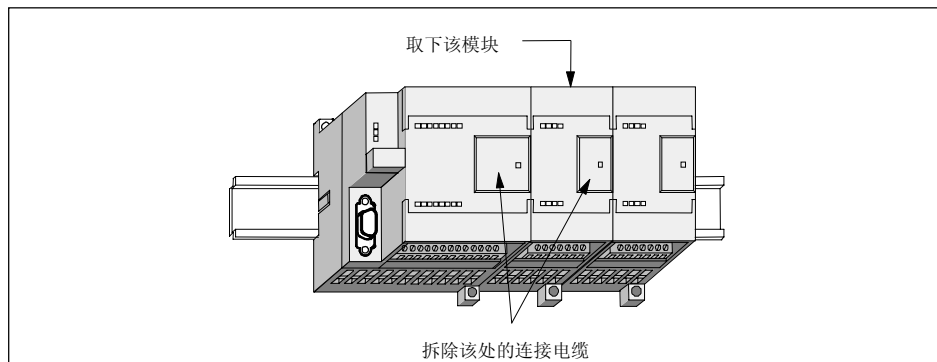

图 2-8 拆卸扩展模块
1. 拆除与你所要拆卸的模块相连的所有接线及电缆线。见图 2-8。一些 CPU 和扩展模块带有可移动的连接器。